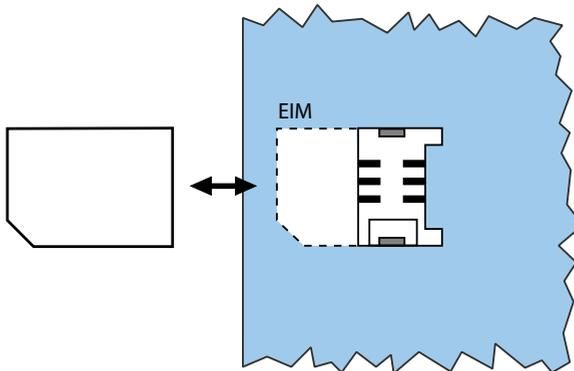

Fig. 74 Carte EIM
4. Glissez la nouvelle carte EIM sous les pattes de guidage jusqu'à ce qu'elle se coince dans le support de carte à puce. Assurez-vous que les contacts de la carte EIM se trouvent en bas et que le coin biseauté de la carte EIM pointe contre le bord de la carte-mère (voir Fig. 74).